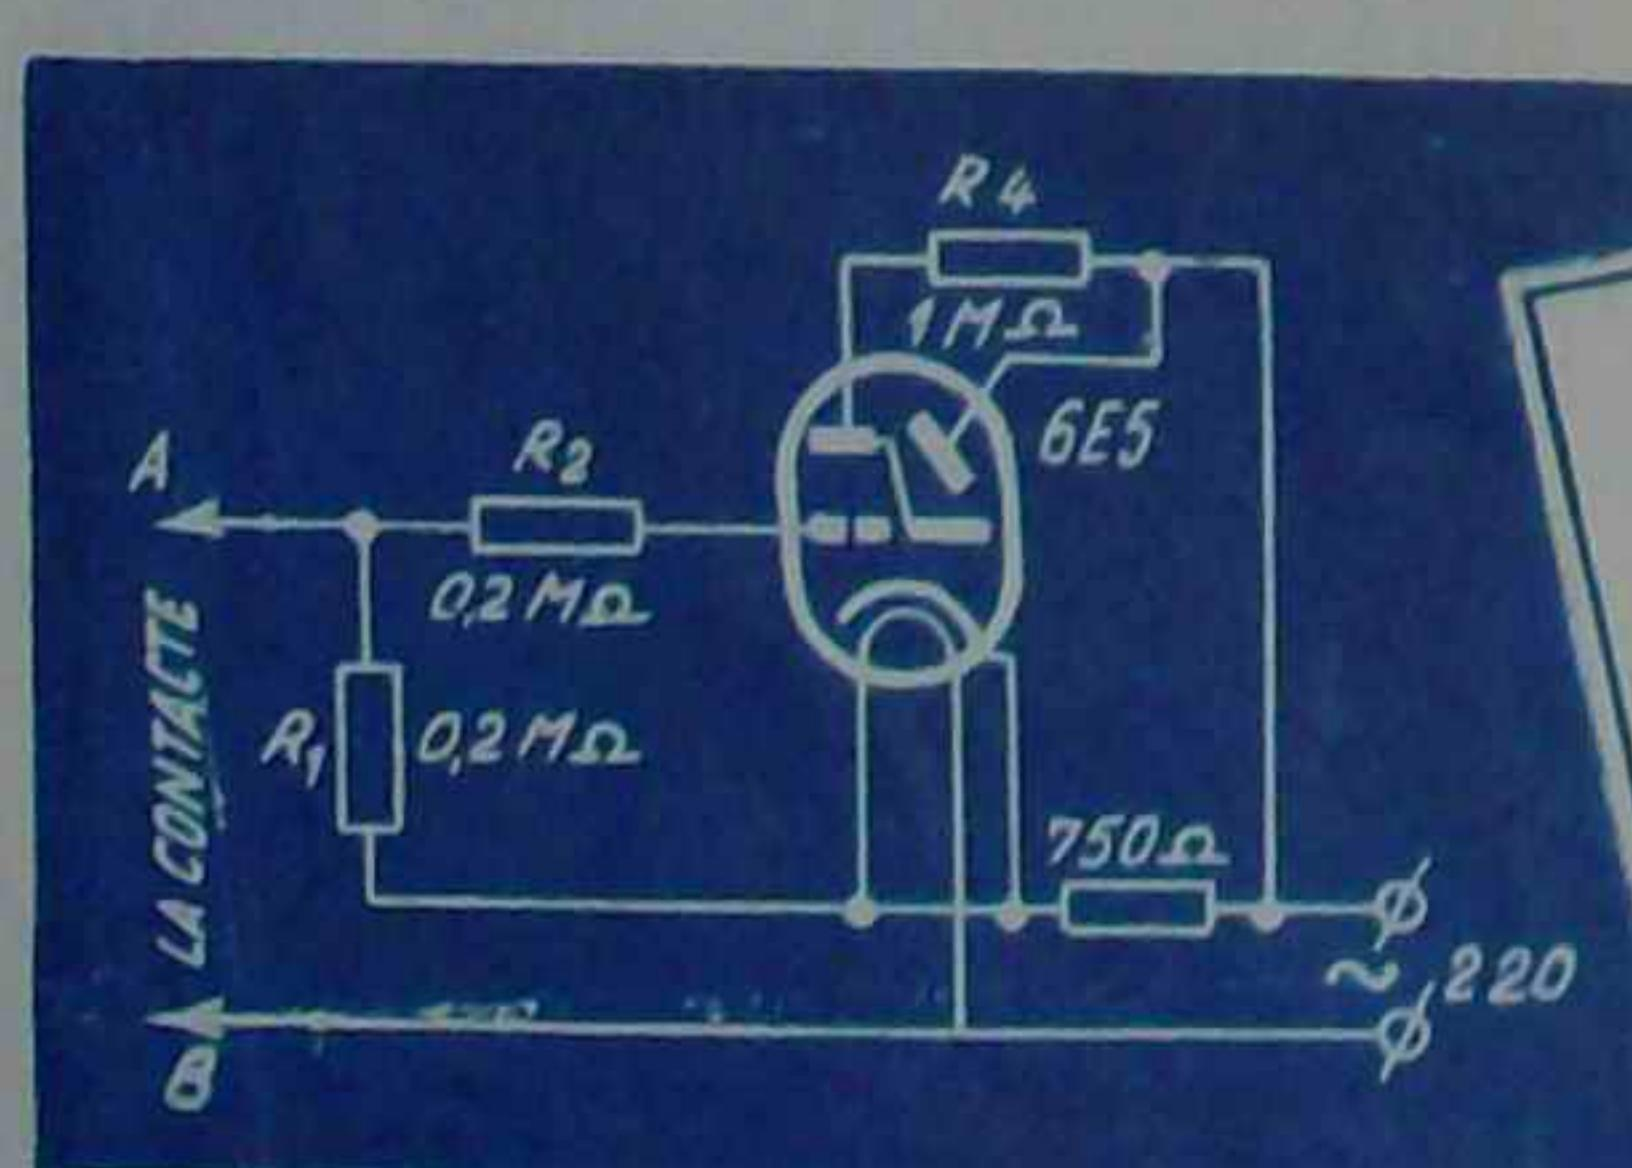

Fig. 5
**Aparat sensibil pentru indicarea momentului de atingere a contactelor.** Indicatorul optic poate fi folosit într-o schemă simplă pentru determinarea precisă a momentului atingerii a două corpuș metalice. În fig. 5 este dată schema de principiu a unui asemenea indicator. Negativarea grilei este destul de mare și deci prin tub nu trece curent. În acest caz, toată suprafața ecranului este luminată. Făcîndu-se contact între punctul A și B, grila tubului va primi potențial pozitiv și începe să treacă curent prin tub. Electrodul de comandă din fața ecranului primind o sarcină negativă față de ecran, pe el va apărea sec-